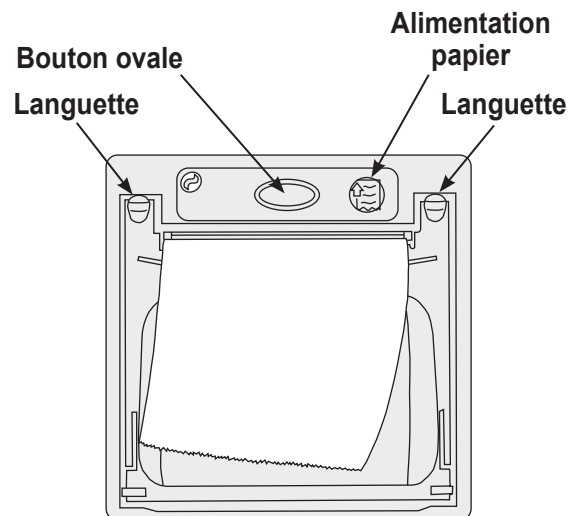

Figure 16
1. Appuyez sur le bouton ovale sur le dessus de l'imprimante pour déclencher le couvercle de celle-ci. Voir la Figure 16.